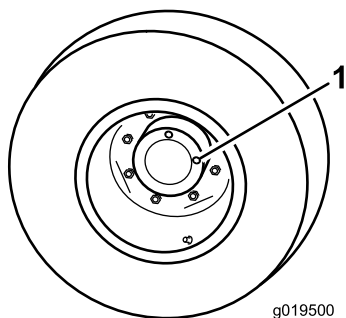

図 57
1. 水平な床面で、点検プラグの1つが時計の12時を指し、もうひとつが3時を指すようにマシンを駐車する 図 57。
2. 3時の位置にあるプラグを外す 図 57。